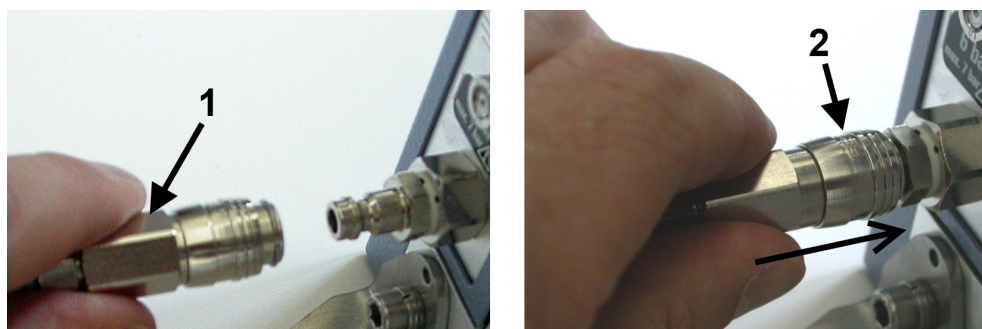

図 6-8: 圧縮空気供給源の接続
そのためには、アダプターの後部を持って (図 6-8 の 1 を参照)、クイック結合プラグ (2) に押し付けます。